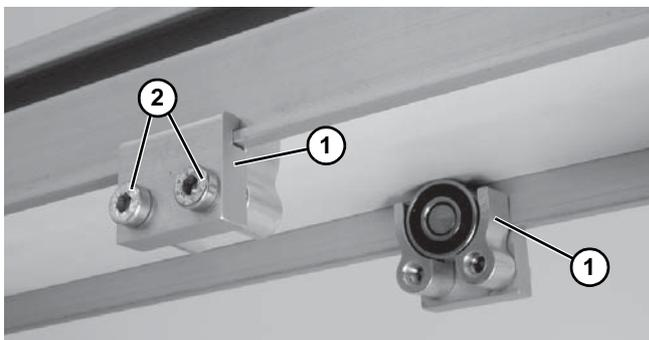

Figura 14
3. Instale los rodillos (Figura 14, artículo 1) tal y como se muestra. Apriete los tornillos (Figura 14, artículo 2) a 7 Nm.